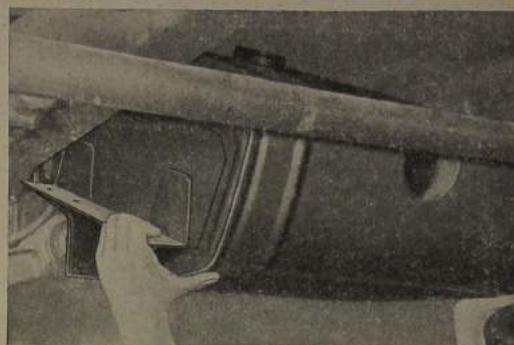

Bild 270: Kraftstoff - Hauptbehälter herausnehmen
7. Kraftstoff-Hauptbehälter nach hinten ablassen und herausnehmen (Bild 270). Dabei Auspuffleitung etwas abbiegen.